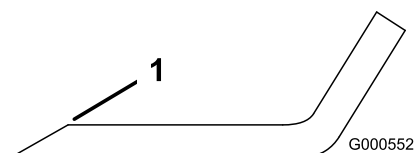

Figura 48
1. Utilice una lima para afilar el filo de corte en ambos extremos de la cuchilla (Figura 48).
Nota: Si la cuchilla no está equilibrada, rebaje algo del metal en la parte de la vela solamente con una lima (Figura 48).